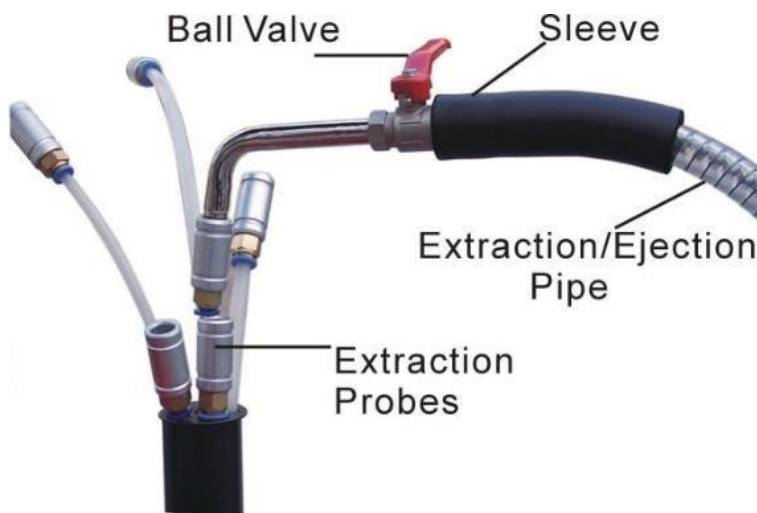

Fig. 2
2. Wählen Sie eine geeignete Sonde (die den größten Durchmesser hat, der in den Motor eingeführt werden kann) und schließen Sie sie fest an den Abzieher an. (siehe Abb.2)
4. Öffnen Sie den Kugelhahn (siehe Abb. 2). Das Öl wird vom Motor in den Öltank abgesaugt.
5. Schalten Sie nach dem Extrahieren den Extraktionskugelhahn aus (Abb.2).